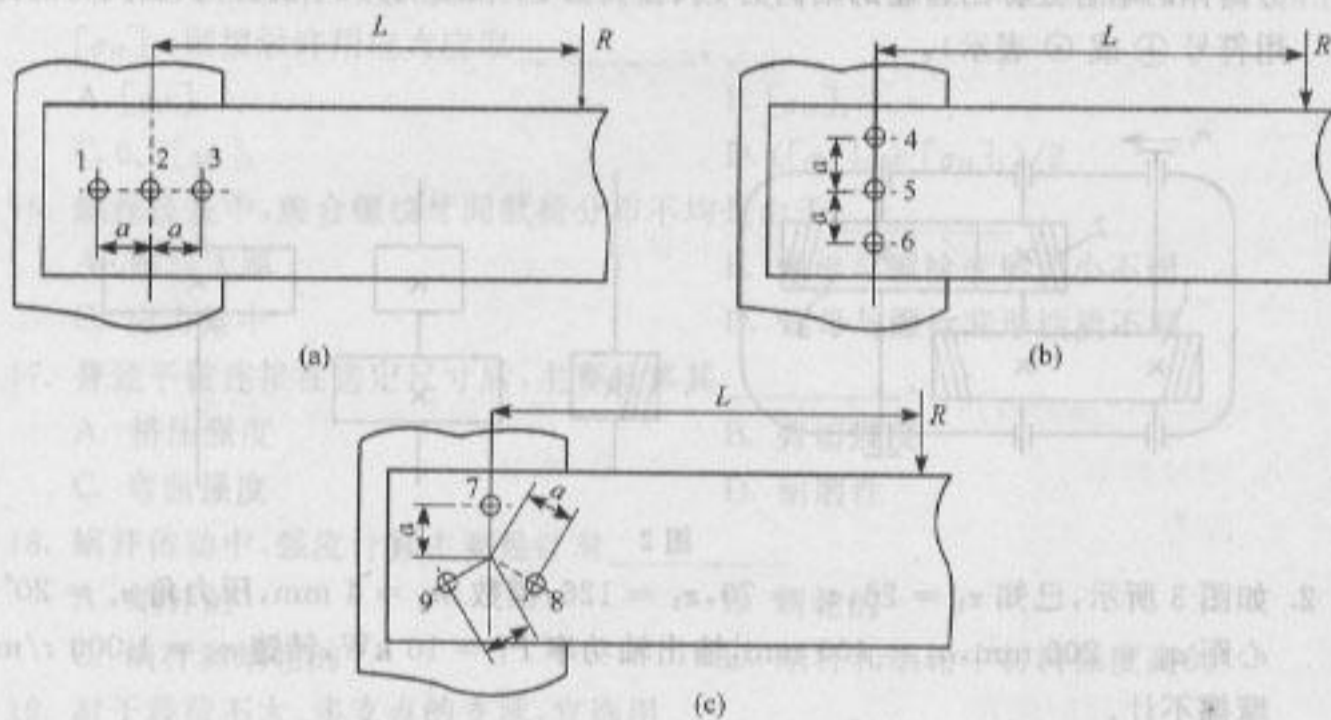

图 5
2. 螺栓组连接的三种方案如图 5 所示, 已知 $L = 300 \text{ mm}$, $a = 60 \text{ mm}$, 试分别计算螺栓组三个方案中受力最大螺栓的剪力各为多少? 哪个方案较好?